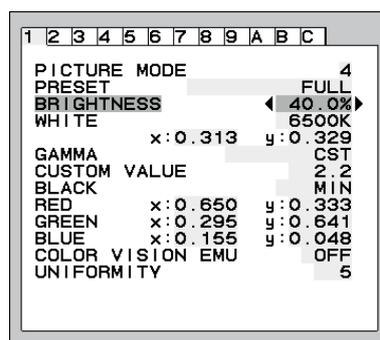

图 .3
2. 设置暗度级别。这是当周围光线黑暗时显示器能降到亮度级别。当设置此级别时，确保室内处于最黑暗状态。然后使用正面按钮将光标上移至 BRIGHTNESS (亮度) 设置。选择所需的亮度级别 (图 .3)。